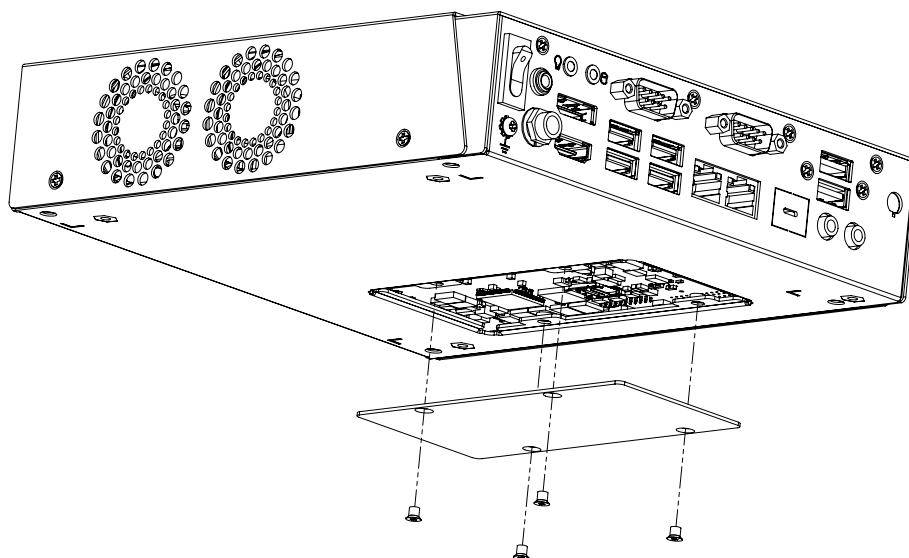

Figure 2.6 Installing Service Window/ 安装维修窗 / 安裝維修窗
- Figure 2.6 Installing Service Window/ 安裝維修窗/ 安裝維修窗 . 8